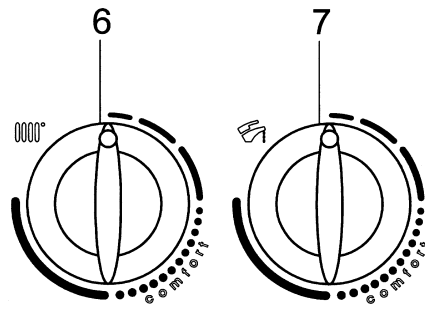

Figure 18A
- 1) tourner les boutons 6 et 7 (figure 1) dans le sens inverse des aiguilles d'une montre en les mettant sur la valeur minimum, comme le montre la figure 18A;